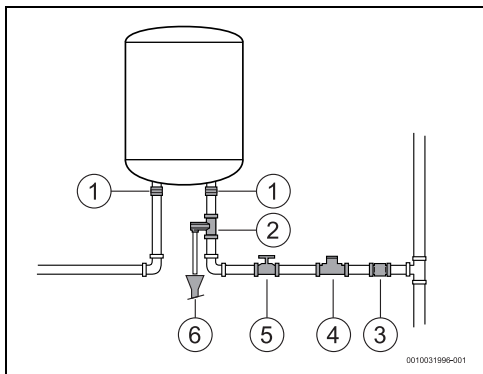

Fig. 11
- ▶ Fechar a válvula de corte de água (→ Fig. 11, [5]).
- ▶ instalar uma válvula redutora (Fig. 11, [4]). A válvula de descarga vai atuar sempre que a pressão da água no aparelho for superior a 8 bar ($\pm 0,5$ bar), pelo que é necessário prever uma forma de canalizar o escoamento dessa água.